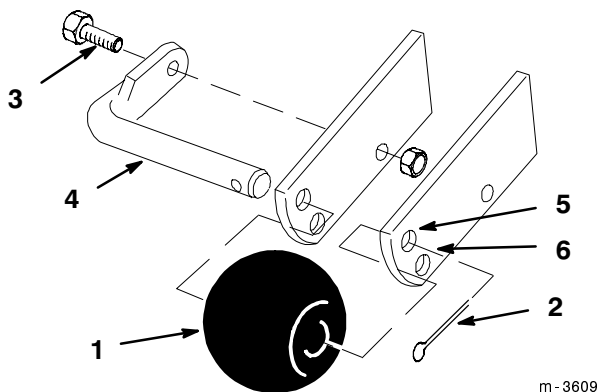

Abbildung 28
2. Splint, Schraube und Schaft entfernen, um die Lochposition zu verändern (Abb. 28).
3. Die passende Lochposition für die jeweilige Schnitthöhe wählen und die Stange einsetzen (Abb. 28).